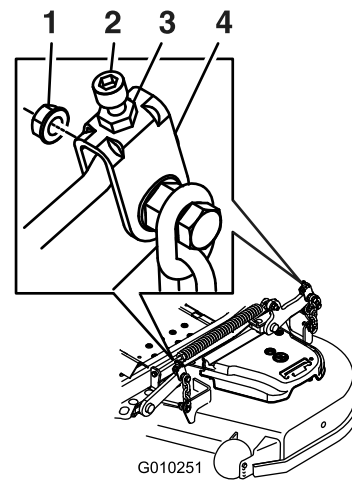

Figura 88
11. Para las carcasas de corte identificadas en Figura 88, gire la tuerca de ajuste del conjunto de elevación de la carcasa delantera para modificar la altura (Figura 88).
- Gire el tornillo de ajuste hasta obtener una altura de 8.3 cm (3¼") (Figura 88).